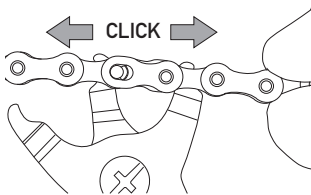

Fig.11
- Presione la pinza hasta oír un clic, que indica que los dos pasadores se han colocado en la zona de las ranuras de menor diámetro (Fig. 11).